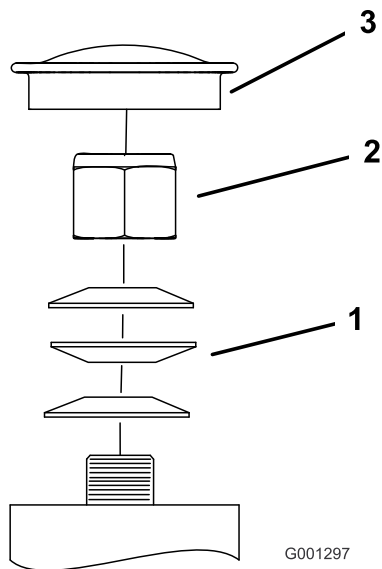

Figure 68
3. Retirez le capuchon antipoussière de la roue pivotante et serrez le contre-écrou (Figure 68).
4. Continuez de serrer le contre-écrou jusqu'à ce que les rondelles élastiques soient aplaties, puis desserrez-le de 1/4 de tour pour obtenir la précharge correcte des roulements (Figure 68).
Important: Veillez à placer les rondelles élastiques comme montré à la Figure 68.
5. Reposez le couvre-moyeu (Figure 68).